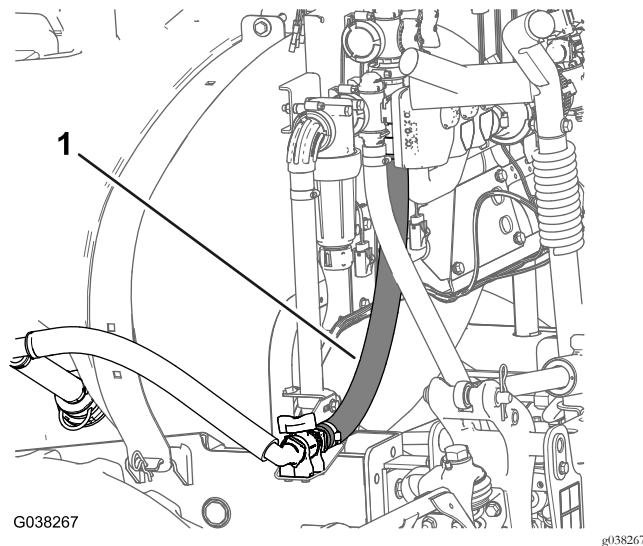

Figura 67
2. Enrute la manguera hasta la válvula de control de agitación (Figura 67).
3. Conecte el acoplamiento rápido (dentado recto) de la manguera de alimentación de la agitación al acoplamiento rápido de la válvula de control de agitación con la horquilla de retención suministrada con la manguera (Figura 67).